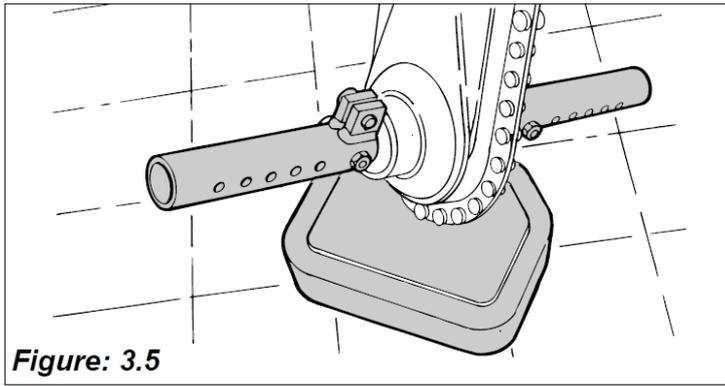

Figure: 3.5
5) Placez les deux tubes de moyeu sur l'axe de sortie du pont. Mettez le contreponds avant sous la transmission (Figure: 3.5).